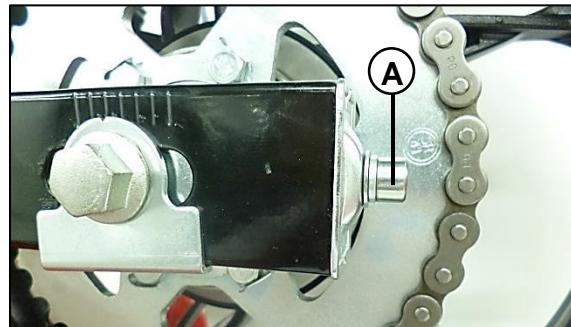

Fig. 19
Desensamble e inspeccione los tornillos tensores de la rueda (A). **Fig. 19**